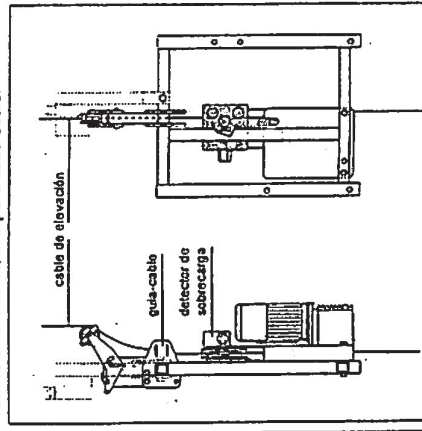
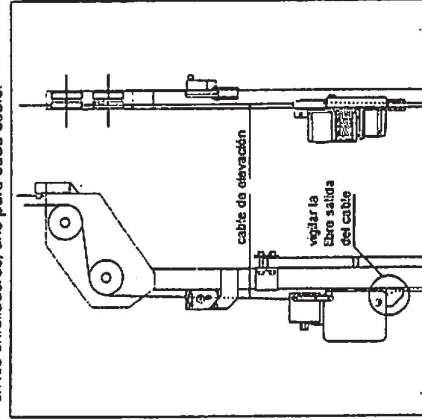

Fig. 1.20
Fig. 1.21
- a) ... en las liras extremas (Fig. 1.20)
- Pasar el cable de elevación (151) por el rodillo de la palanca del BLOCSTOP (109), y por la guía-cable.
- Pulsar el botón ASCENSO (43) y continuar empujando el cable con la mano, hasta que éste salga por la boquilla de la parte inferior del carrer del aparato.
- b) ... en los estribos en "C" (Fig. 1.21)
- Pasar el cable de elevación (151) por la polea izquierda (vista posterior) del estribo.
- Pulsar el botón ASCENSO (43) y continuar empujando el cable con la mano, hasta que éste salga por la boquilla en la parte inferior del carrer del aparato.